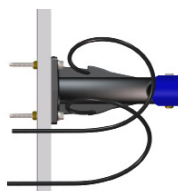
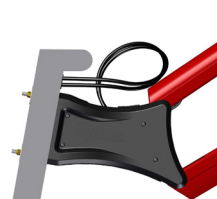

図6
図11
注意: 8フィートブレードの浅水域アンカーを取り付ける場合は、スターンブラケットの横にある出口のそれぞれの側に油圧ホースを1本ずつ通すように経路変更します。ステップ4 図6を参照
1. 油圧ホースは、横梁の上からまたは横梁を貫通して配管することができます。図6～図11。鉾針を通さずに油圧ホースを配管する場合、ホースをHPUへと配管し、下記のステップ4に進みます。